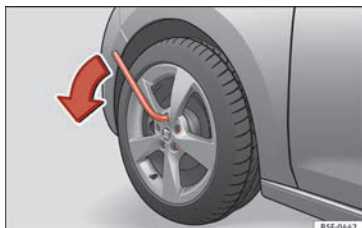

Fig. 74 Ruota: allentare le viti della ruota.
- Ruotare la vite di circa un giro verso sinistra » fig. 74 (freccia). Per applicare la coppia necessaria, tenere la chiave della ruota dall'estremità. Se un bullone non si allenta, premere con cautela con il piede sull'estremità della chiave della ruota. Per non perdere l'equilibrio è opportuno appoggiarsi al veicolo.